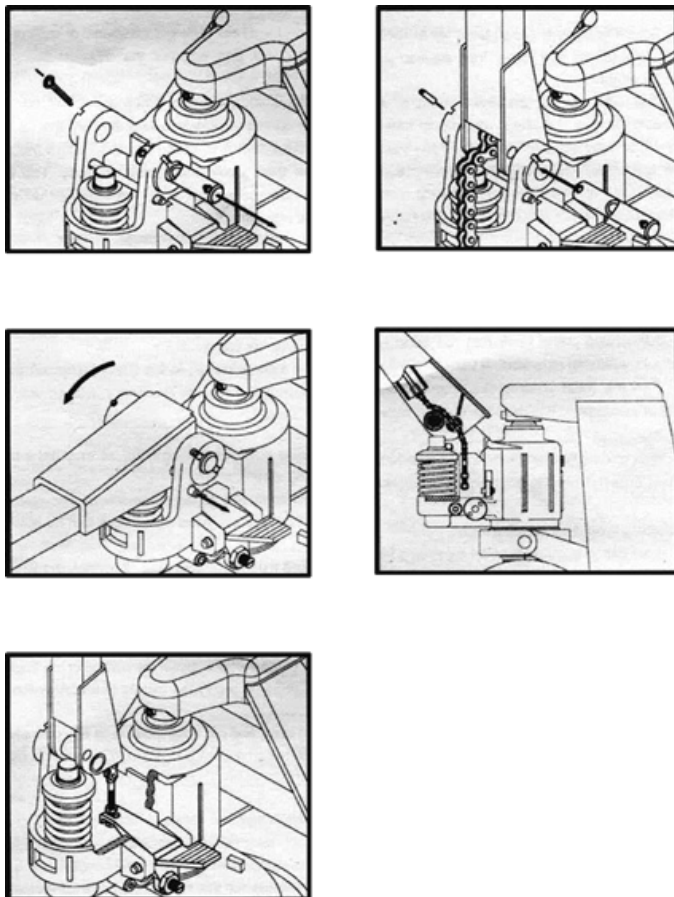

Рисунок 3. Установка ручки тележки.
4.2. Соедините ручку тележки с гидравлическим узлом (рисунок 3):